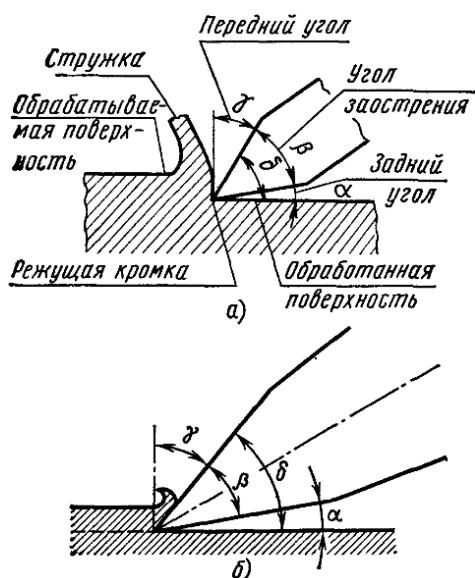

Рис. 2. Процесс резания:
- По рис. 2 объясните, что такое задний угол, передний угол, угол заострения, угол резания. Какие их соотношения и значения в процессе резания? Как они образуются?